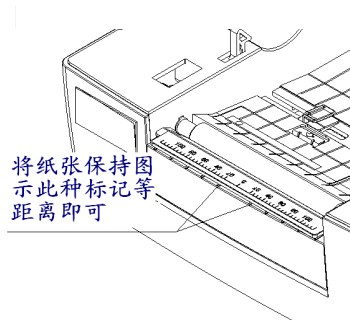

图 2.4.4
- 纸张前端应尽量位于打印胶辊的中间，可利用剥离翻转板上的标记帮助定位（见图 2.4.4）。